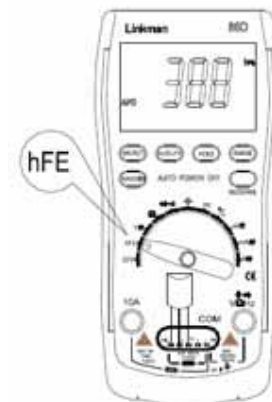

図 16-1
- 1: レンジ切り替えスイッチを“ hFE ”に合わせてください(図 16-1)。